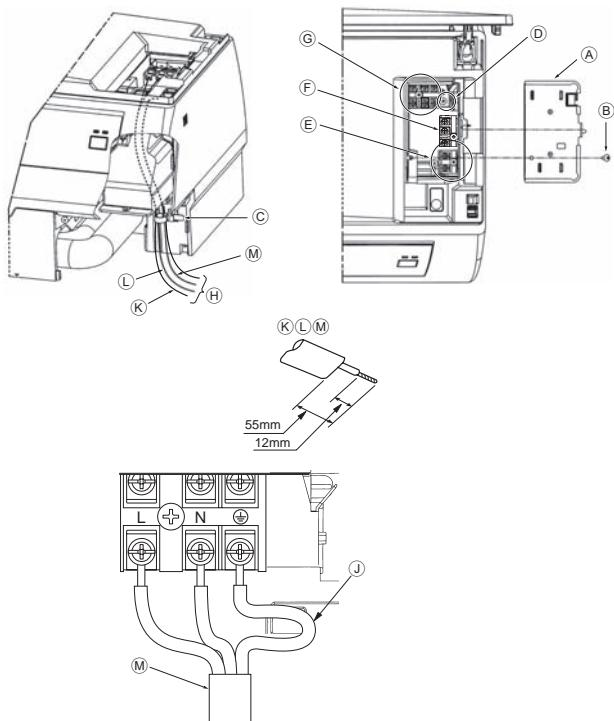

Рис. 6-1
■ PKFY-P-VKM-E (Рис. 6-1)
- (A) Крышка блока электрических компонентов
- (B) Крепежный винт
- (C) Хомут